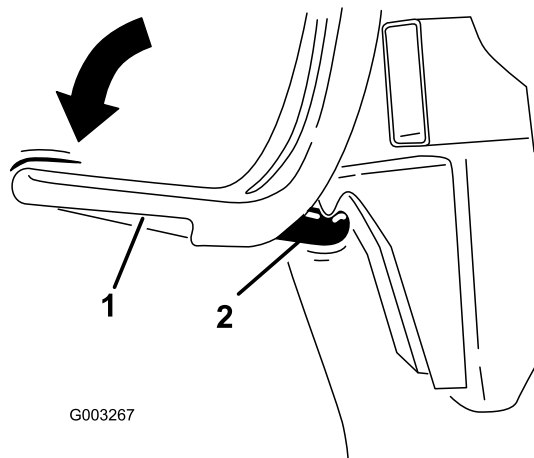

Figure 12
8. Placez le verrou du système de ramassage sous le crochet de verrouillage (Figure 12).
9. Appuyez sur le verrou du système de ramassage jusqu'à ce qu'il soit enclenché (Figure 12).